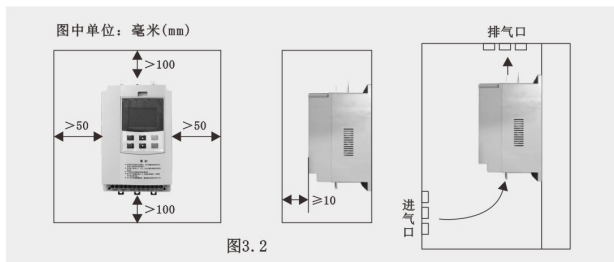

图3.2
- ① 一定要将软起动器安装在垂直方向，请勿倒置，应使用螺钉安装在牢固的结构上。
- ② 软起动器运行时要产生热量，为确保流动空气的通路，应如图3.2所示。设计留有一定的空间。产生热量向上散发，所以不要安装在不耐热设备的下方。
- ③ 主回路采用上进下出，导线应保证足够的电流承载能力。